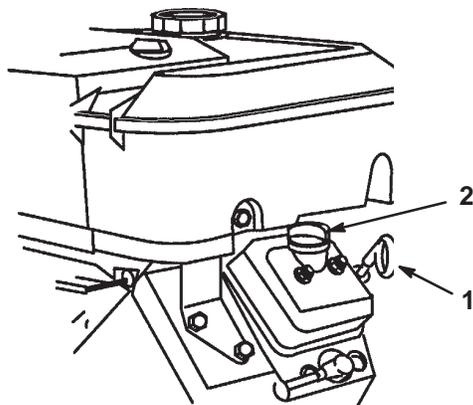

Figure 10
2. Retirez la jauge et essuyez-la sur un chiffon propre (Fig. 10). Remettez la jauge dans le tube en vérifiant qu'elle est enfoncée au maximum. Sortez de nouveau la jauge et vérifiez le niveau d'huile.
3. Si le niveau d'huile est bas, retirez le bouchon de remplissage du couvre-culasse (Fig. 10) et ajoutez la quantité d'huile nécessaire pour amener le niveau au repère maximum sur la jauge. Reportez-vous à la section Changement de l'huile moteur, page 25, pour connaître le type d'huile et la viscosité qui conviennent. Versez l'huile lentement et vérifiez souvent le niveau durant la procédure. **Ne remplissez pas excessivement.**